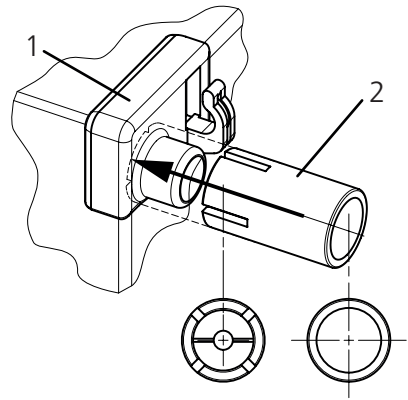

Bild 1. Placera hylsan (2) på hörnet (1) och pressa tills det tar stopp.
8. För att säkerställa korrekt luftcirkulation runt enheten, lämna tillräckligt med utrymme på kyl- och frysskåpets sidor, topp och baksida. Placera därför distanshylsor i de övre hörnen på anordningens baksida på så sätt som visas på bild 1. Distanshylsorna (2) finns i lådan inuti kyl- och frysskåpet.